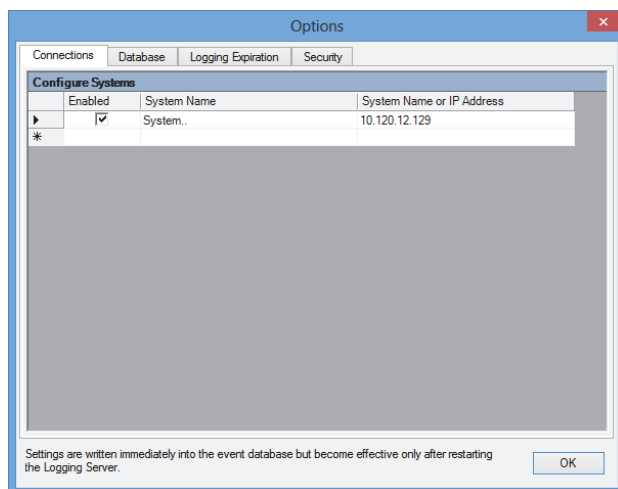

figura 58.5: Finestra delle opzioni
- 2 Fare clic su *File > Options*. Appare una schermata simile a quella in figura 58.5.